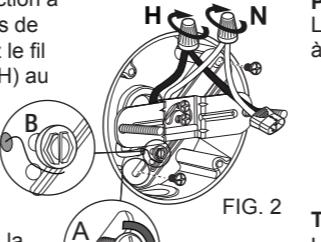

FIG. 2
Fixez le support de fixation (02) à la boîte de jonction à l'aide des vis (07 ou 08). FIG. 2 Raccordez les fils de la maison aux fils du connecteur (04). Raccordez le fil blanc (N) au fil blanc du connecteur et le fil noir (H) au fil noir du connecteur à l'aide de capuchons de connexion (05).